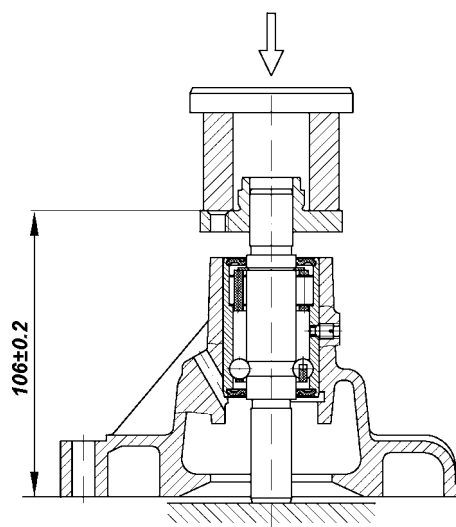

Рис. 4.141. Напрессовка ступицы шкива насоса системы охлаждения
- напрессовать на валик подшипника ступицу шкива насоса, выдержав размер $106,0 \pm 0,2$ мм (рис. 4.141);